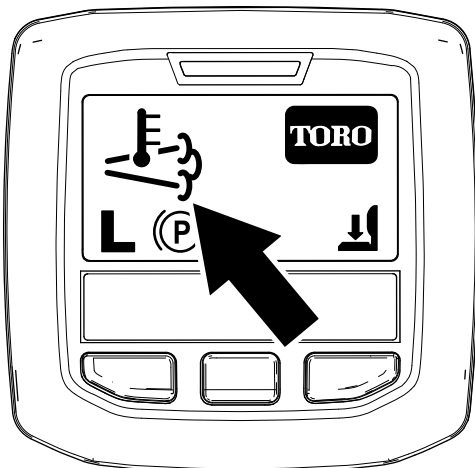

Figura 42
- L'icona della temperatura di scarico elevata viene visualizzata nell'InfoCenter (Figura 42).